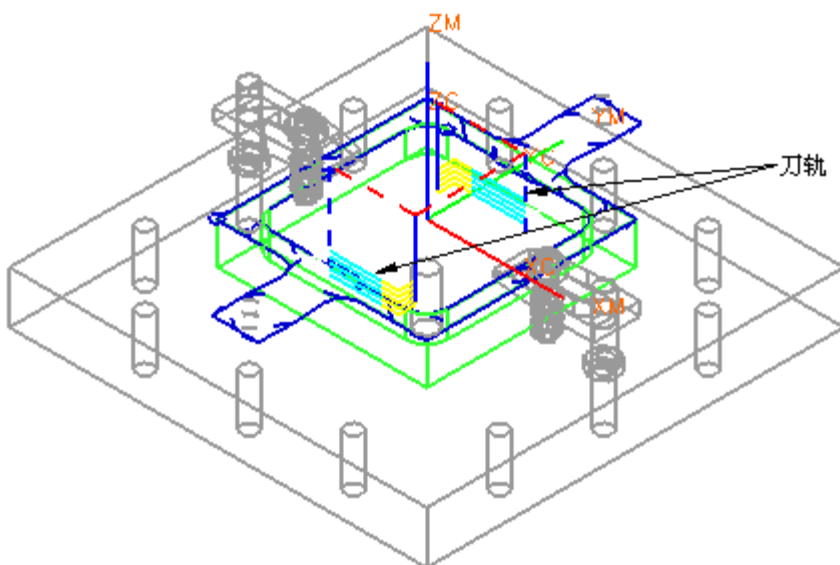

图 8-106
- 单击 ，打开夹具边界定义对话框，定义如图 8-106 中所示的夹具边界，注意材料侧为内，单击 OK，再单击 OK 结束边界编辑。
- 单击  生成刀轨，如图 8-106 所示，单击 OK。